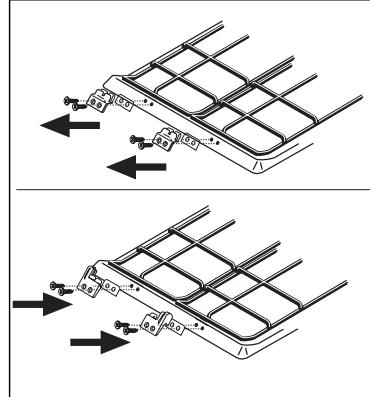

Рис. 15
- 1) Снимите фиксаторы правой и левой решеток, установленные на задней части прибора, для чего отвинтите соответствующие винты (рис. 15).
- 2) Установите держатели крышки, используя те же винты и проложив между держателями и прибором прокладки (рис. 15).